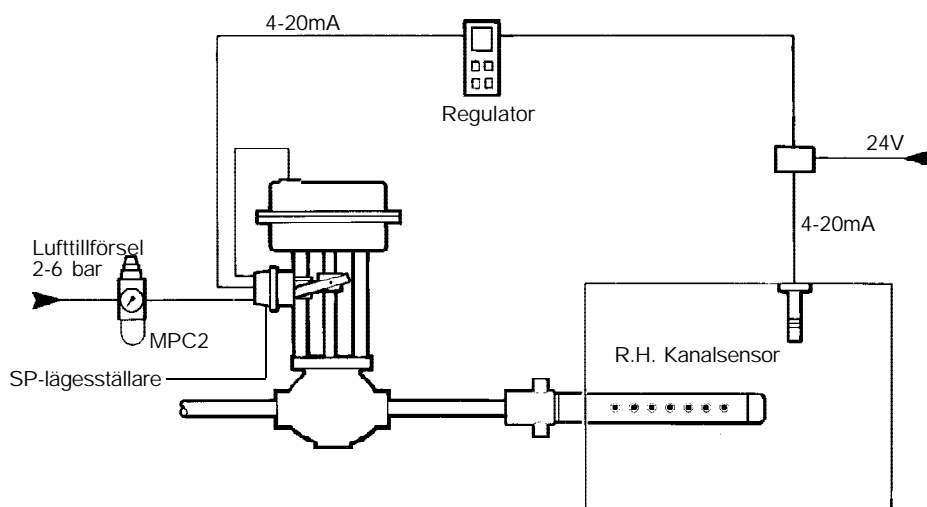

Fig. 20 Typisk pneumatisk kontrollventil med lägesställare
4. Fig. 20 visar ett typiskt pneumatiskt regler-system tillsammans med en lägesställare.